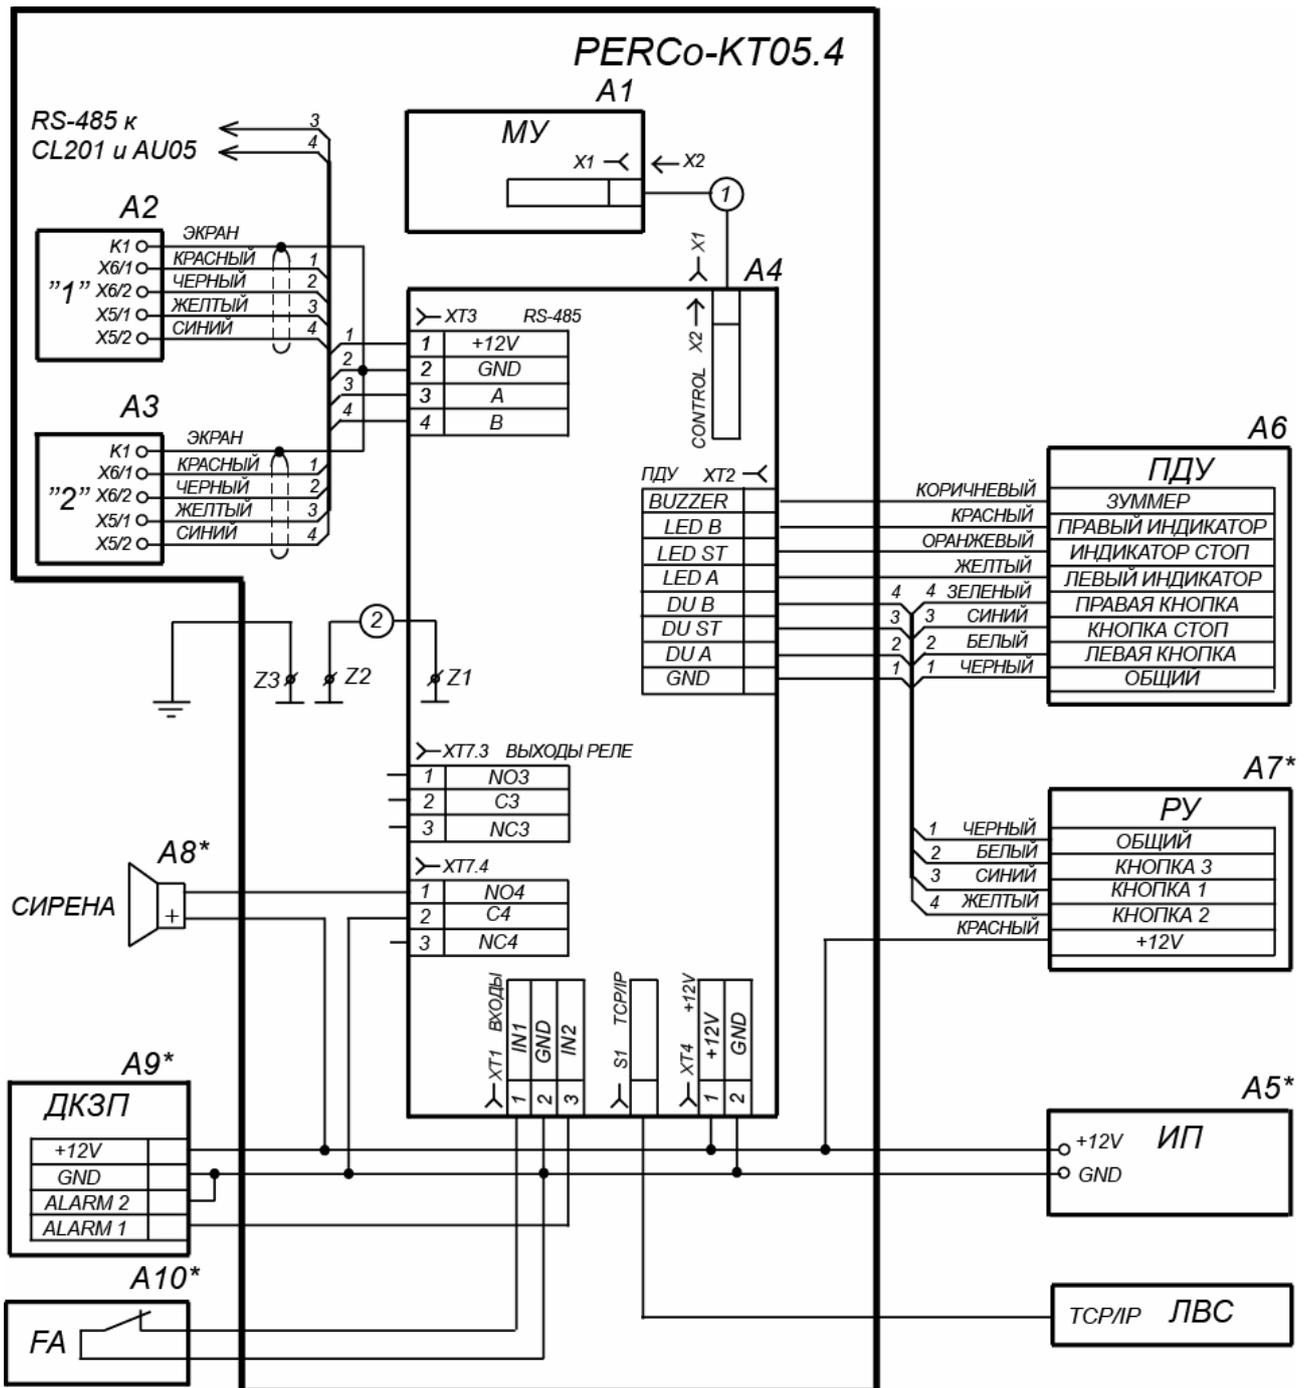

Рисунок 12. Схема подключения ЭП и дополнительного оборудования⁹
Расположение клеммных колодок на плате контроллера ЭП показано на рис. 5, назначение контактов клеммных колодок указано в табл. 1. Схема подключения приведена на рис. 12. Используемые при подключении типы кабелей указаны в табл. 5. При монтаже ЭП придерживайтесь следующей последовательности действий:
12. Произведите подключение кабеля питания (15) к клеммной колодке **ХТ4** платы контроллера ЭП, ПДУ (12) к клеммной колодке **ХТ2** согласно схеме, приведенной на рис. 12. Подключите при необходимости кабели от других устройств к соответствующим клеммным колодкам.